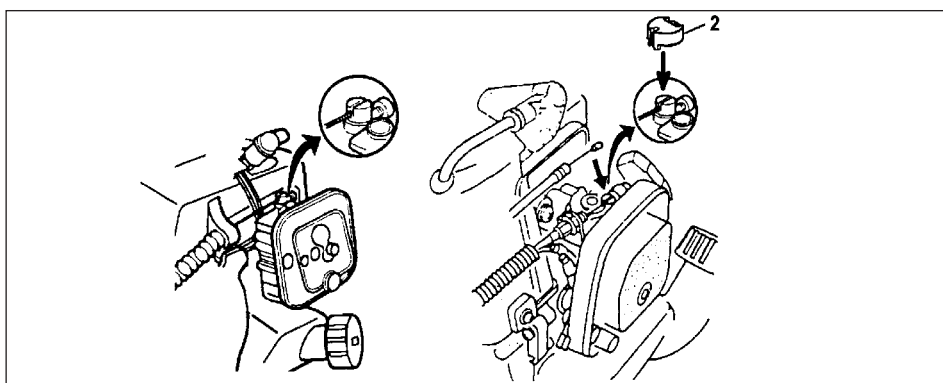

Fig. 1-6
Collegare l'estremità del filo dell'acceleratore al carburatore e installare la bussola girevole (2) (se così equipaggiato) inclusa nella borsa utensili, sulla parte girevole (Fig. 1-6)